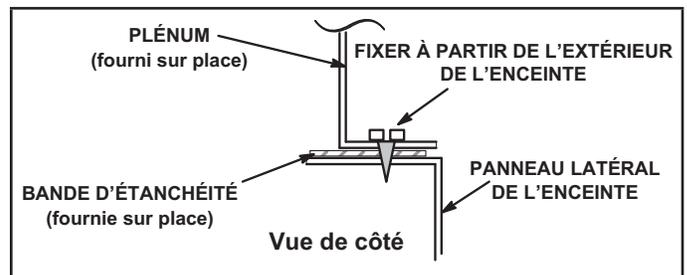

**FIGURE 16**
**Installation sur une enceinte de climatisation FIGURE 16**